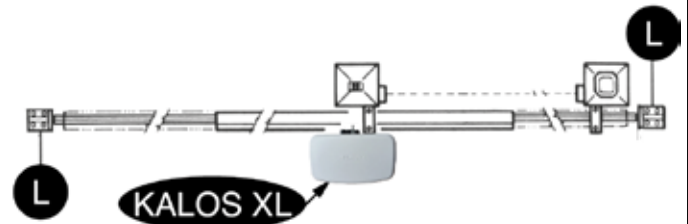

FIG. 2
- Además de los finales de carrera presentes en la unidad, es necesario que en cada una de las dos posiciones extremas del recorrido haya un seguro mecánico fijo que pare la cancela en caso de mal funcionamiento del final de carrera. Con este objetivo el seguro mecánico tiene que ser dimensionado para poder resistir el empuje estático del motor más la energía cinética de la cancela (L) (Fig. 2).